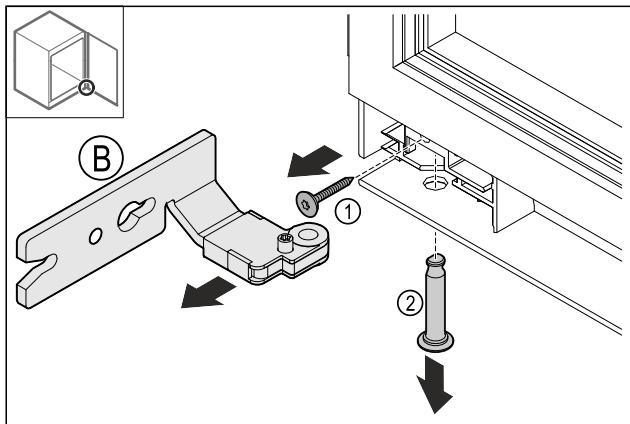

Fig. 16
- 移除螺栓 Fig. 16 (1)。
- 移除螺柱 Fig. 16 (2)。
- 移除铰链 Fig. 16 (B)。